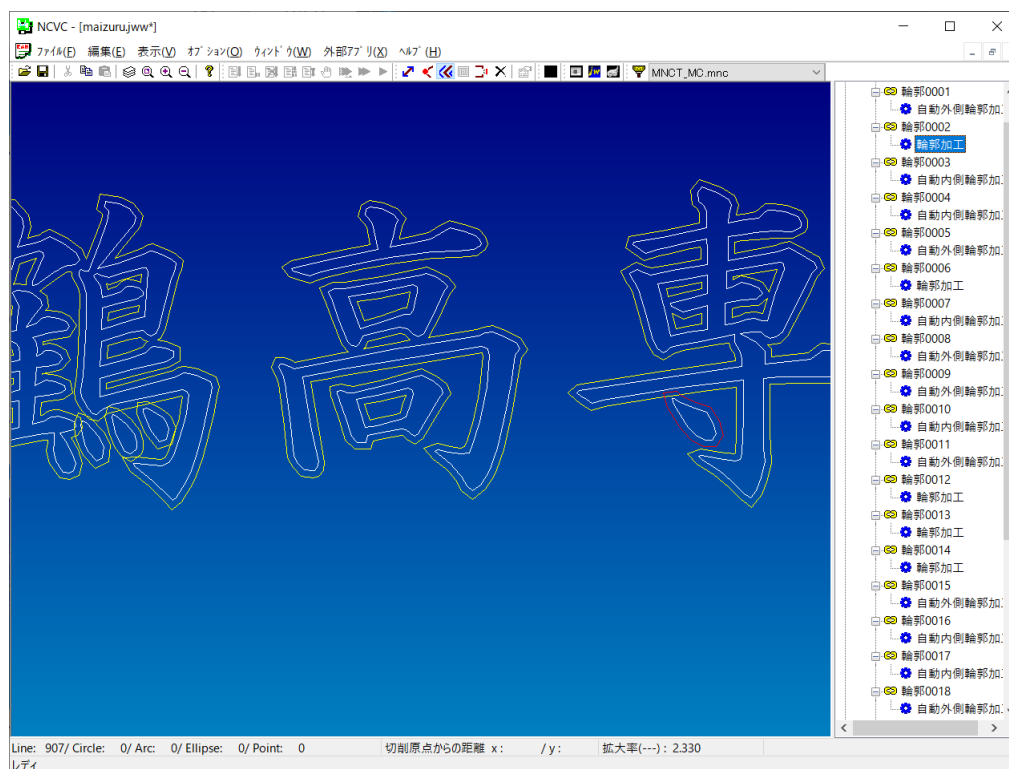

図 3.4 手動輪郭による調整完了
4) 内外の間違ってしている他の図形集合についても同様に作業を行ってください。[TAB]キーを有効に使用すると効率よく作業できると思います。この時点では輪郭同士の交点は気になくて結構です。サンプルでは図 3.4 のように設定しました。